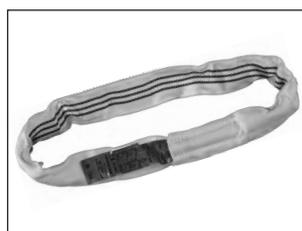

Abbildung 9:
- Hebebänder (siehe Abbildung 8) und Rundschnlingen (siehe Abbildung 9) mit eingenähtem Etikett mit Angaben zu Tragfähigkeiten bei gebräuchlichen Anschlagarten (Spezifikationen siehe Lieferanten von Hebebändern und Rundschnlingen).